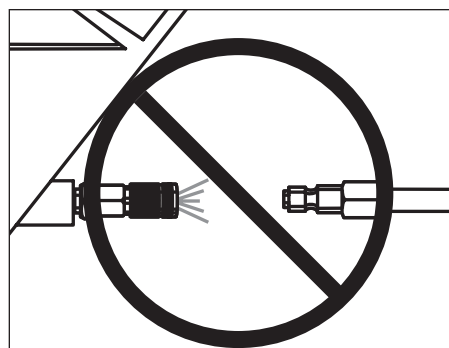

Figure 2
*Toujours installer un raccord ou un tuyau de raccord sur ou près de l'outil afin que tout air comprimé de l'outil soit déchargé au moment où l'on débranche le raccord ou le boyau. Ne pas utiliser un clapet ni autre raccord qui permet que l'air reste dans la cloueuse. Cela peut entraîner des blessures graves ou mortelles. Voir Figure 2.*